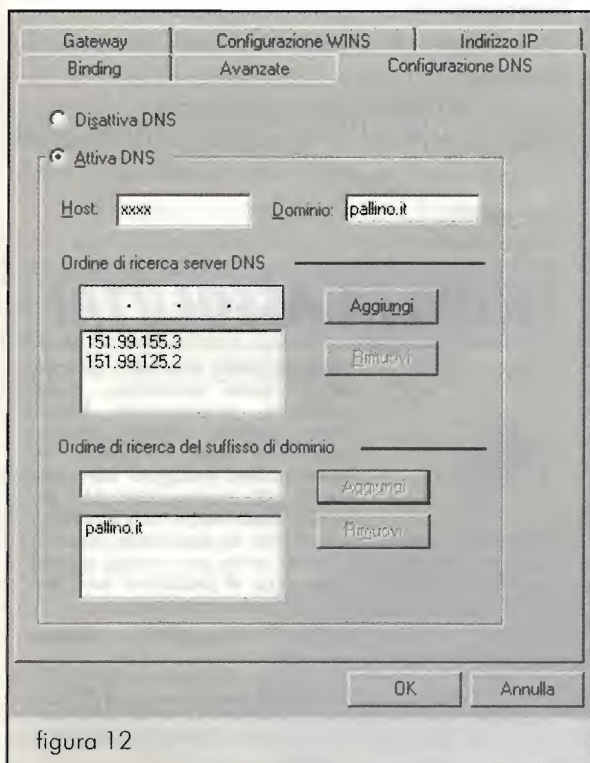

figura 12
**Configurazione DNS (figura 12):** Abilitando la casella *Attiva DNS*, dovrete inserire nella casella "Host" il vostro Login, nella casella "Dominio" il nome del server, ad esempio "pallino.it".